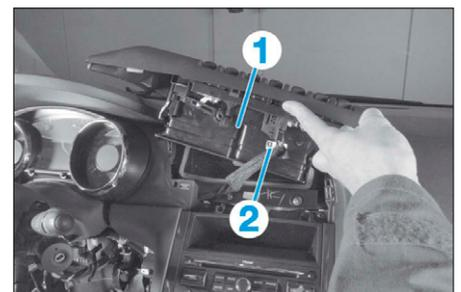

FIG. 27
• Dégrafer et écarter le porte bouton (1) (Fig.27).
• Débrancher le connecteur (2).